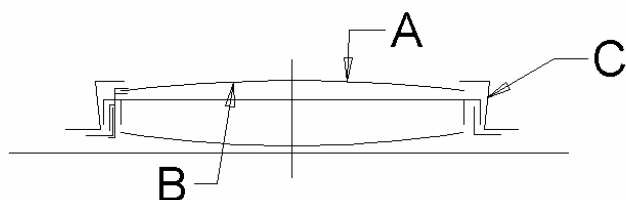

Рис. 5.1
Ремень ПВС имеет гладкую блестящую (А) и матовую стороны (В). Блестящая сторона должна быть внешней, так, чтобы яйца катили по блестящей стороне (рис. 5.1)
- 3) После установки ролика возврата, V-скребка, двигающих лент и пластмассовых Z-конфигураций рис. 5.1 (С), каждые 2,5 секции (6,1 м) помещается с обеих сторон, Ремень яйцесбора может быть склеен согласно инструкции см. 5.4.